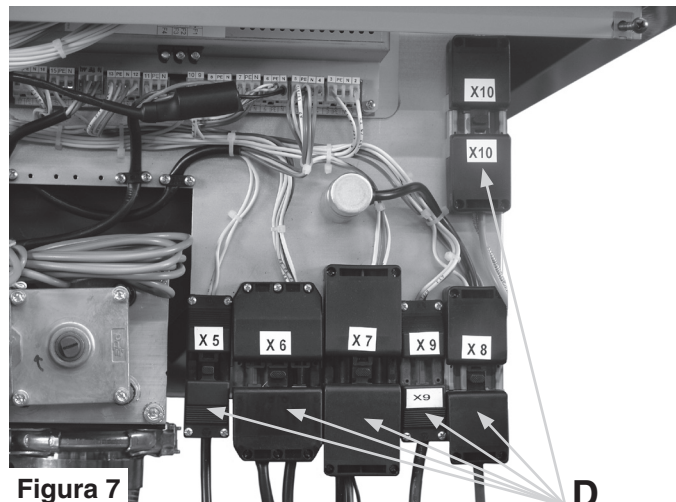

Figura 7
8. Staccare tutte le spine del bruciatore (D, Figura 7).